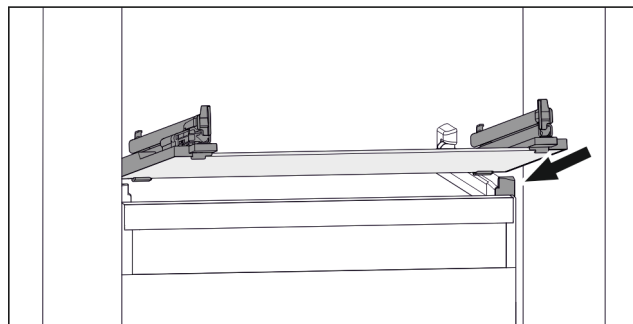

Fig. 89 Příklad znázornění skleněné desky
- ▶ Nasadte skleněnou desku šikmo za zářezky. (viz Fig. 89)